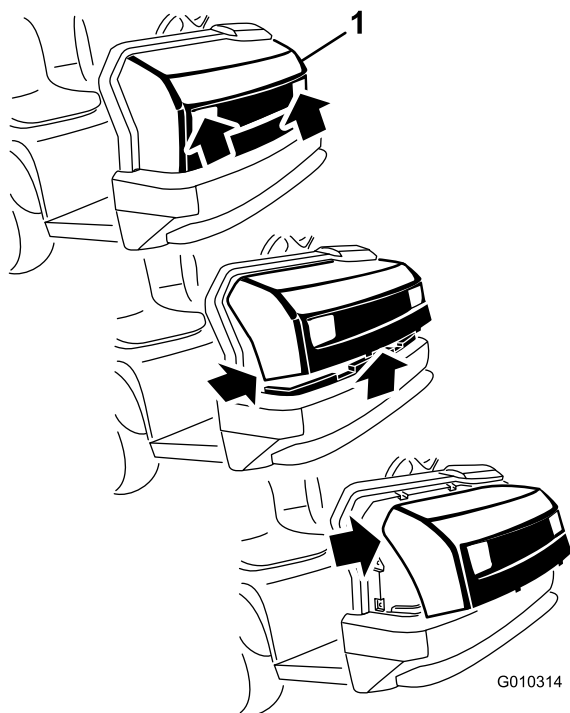

Figure 26
de fixation supérieures des fentes du cadre (Figure 26).
3. Faites pivoter le haut du capot en avant et débranchez les connecteurs des fils des phares (Figure 26).
2. Insérez les pattes de fixation supérieures dans les fentes du cadre (Figure 26).
3. Insérez les languettes de montage inférieures dans les fentes du cadre (Figure 26).
1. Tout en tenant le capot par les ouvertures des phares, soulevez-le pour dégager les pattes de fixation inférieures des fentes du cadre (Figure 26).